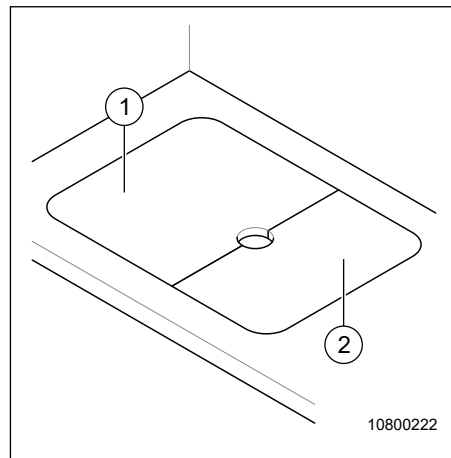
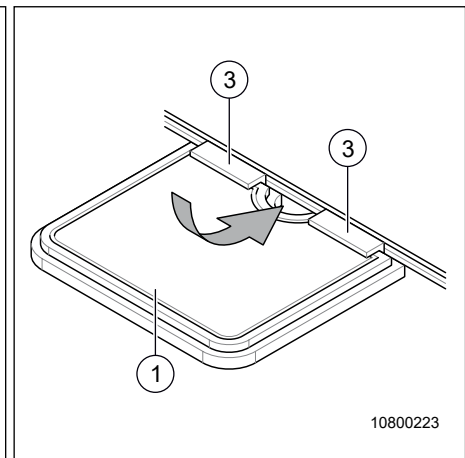

Fig. 33 Recouvrement de l'évier
Fig. 34 Plan de travail
- On peut ranger les recouvrements (Fig. 33, pos. 1, et 2 et Fig. 34, pos. 1) dans un tiroir sous le réchaud à gaz.
Le recouvrement (Fig. 34, pos. 1) peut faire office de plan de travail d'appoint.
- Pousser le recouvrement (Fig. 34, pos. 1) avec l'arête droite, en l'inclinant légèrement par le haut dans le support (Fig. 34, pos. 3) et l'enfoncer complètement.